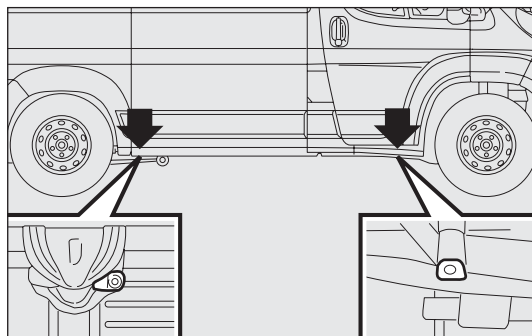
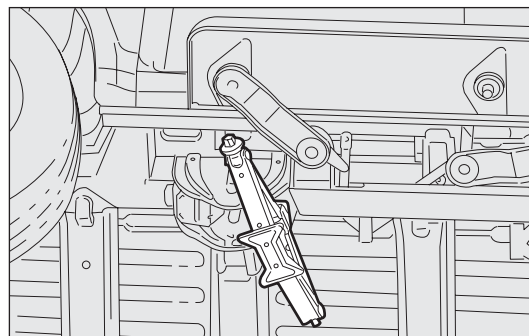

рис. 159
рис. 160
- ☐ установите домкрат около ближайшей к заменяемому колесу подъемной опоры в точках, показанных на рис. 159. В моделях с короткой колесной базой и убирающейся подножкой домкрат должен находиться в точке подъема, показанной на рис. 160, повернутый на 45°, чтобы не задевать убирающуюся подножку;